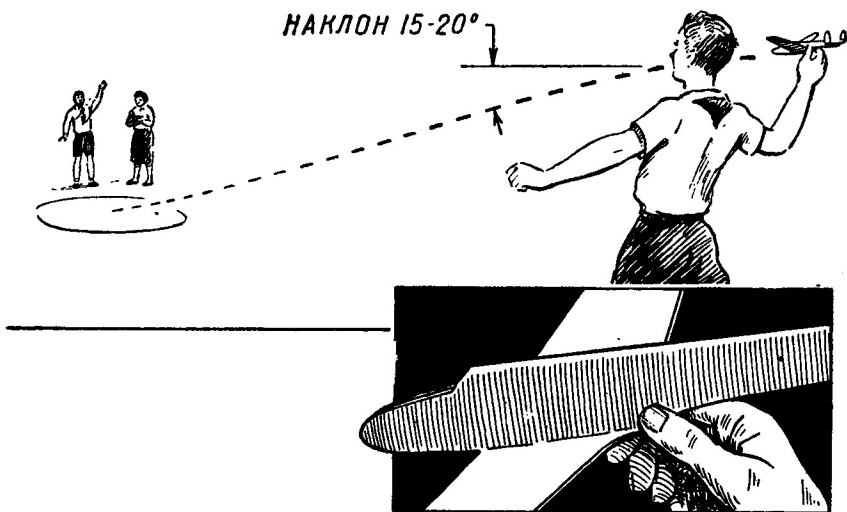

Рис. 13. Запуск бумажной модели.
**Запуск модели.** Возьмем нашу модель двумя пальцами и, слегка наклонив ее носом книзу, легким толчком запустим в полет (рис. 13). Если модель во время полета опускает нос и летит быстро, резко снижаясь, надо слегка отклонить рули высоты кверху. Если модель в полете задирает кверху нос и падает на хвост или летит волнообразно, то поднимаясь, то опускаясь, на носок следует укрепить больше груза или сдвинуть загрузку вперед. Каждое самое незначительное изменение положения или веса загрузки надо проверять пробным полетом.